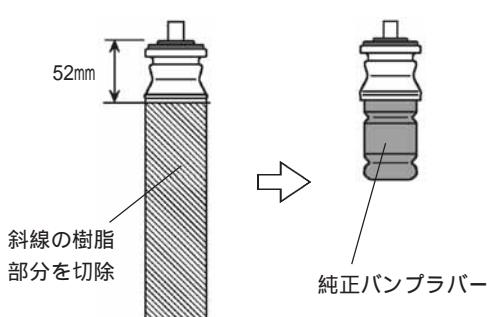

図6-1
・ダストブーツ部分が純正アッパーマウントと一体になっている場合は、図6-1を参考に樹脂部分を切除してください。
2. 純正アッパーマウントは、固定されている純正バンプラバーを取り外し、リアダンパーASSYに組付けてください。(図6-1)